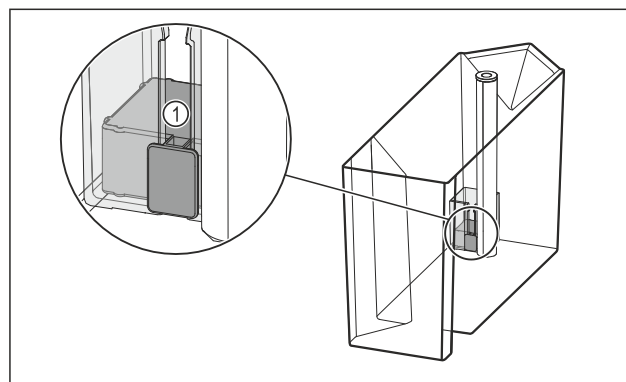

Fig. 165
- Zkontrolujte, jestli není vzpříčený plovák Fig. 165 (1).